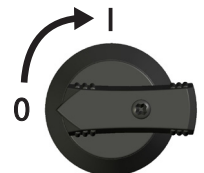

Abbildung 30
► DC-Lasttrennschalter am Wechselrichter auf Position I stellen (Abbildung 30). Nach einer Prüfung durch die interne ENS (ca. 2 Minuten) kann am Display die eingespeiste Leitung angezeigt werden (Sonneneinstrahlung vorausgesetzt).